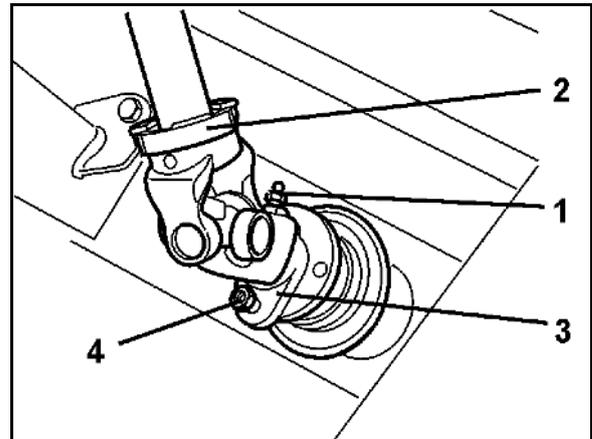

図 95
2. ドージングシャッターを設定レバー (図 95/1) で開きます。
4. 設定レバーを目盛り (図 95/3) でピンのストッパーに当たるまで回転させます。
5. 設定レバーを回転ハンドル (図 95/2) で固定します。
6. 六角ねじ (図 95/6) を緩めます。表示器 (図 95/5) を目盛り値「8」に合わせ、六角ねじで固定します。表示器の読み取りエッジは (図 95/4) です。